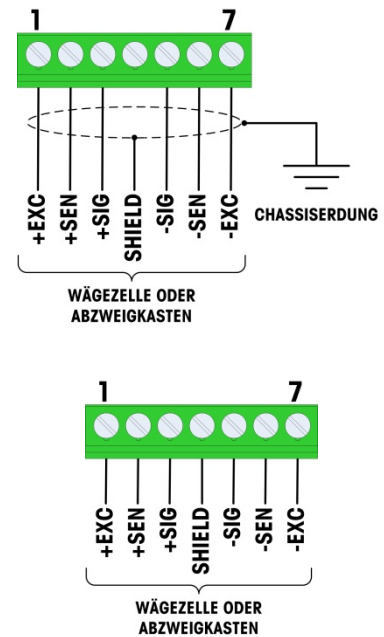

Abbildung 2-23: Wägezellenabschluss, Gehäuseerdung (oben) und Erdanschluss (unten)
Tabelle 2-4 und Abbildung 2-23 zeigen die Klemmenfestlegungen für die Klemmenleiste der analogen Wägezelle. Bei der Verwendung von vieradrigen Wägezellen müssen zwischen den Klemmen +EXC und +SEN und zwischen den Klemmen –EXC und –SEN Jumper platziert werden.
7. Verbinden Sie die Wägezellenadern mit dem Stecker der Hauptplatine. Achten Sie auf den Farbcode der anzuschließenden Wägezellenader, Abbildung 2-23.
13. Die Ferritperle des Terminals wird über das Kabelende geschoben, und die Adern werden mit dem Wägezellenstecker verbunden. Achten Sie auf den Farbcode der anzuschließenden Wägezellenader, Abbildung 2-23.
15. Schieben Sie die Ferritperle über das Wägezellenkabel und verbinden Sie die Wägezellenadern mit dem Stecker der Hauptplatine. Achten Sie auf den Farbcode der anzuschließenden Wägezellenader, Abbildung 2-23.
23. Verbinden Sie die Wägezellenadern mit dem Stecker der Hauptplatine. Achten Sie auf den Farbcode der anzuschließenden Wägezellenader, Abbildung 2-23.